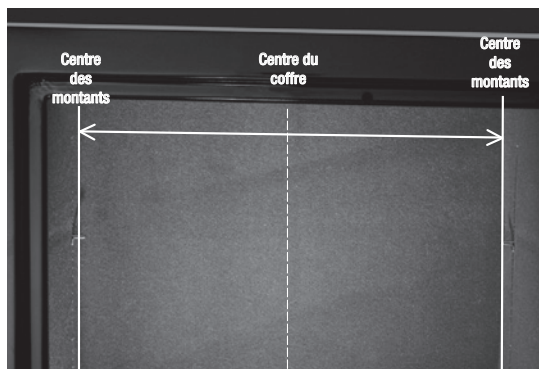

Figura 4. Medir cuidadosamente a distância entre os centros dos montantes na sua casa.
- 3 Marcar o ponto central do interior do cofre. Medir a distância a partir do ponto central do montante marcado na parede até o centro de cada montante. Medir a mesma distância à esquerda e à direita a partir do ponto central no interior do seu cofre para marcar os centros dos montantes dentro do cofre (Figura 4).
- 4 Furar a 5,08 cm (2 polegadas) a partir da parte superior do cofre em cada um dos centros dos montantes (Figura 4). Marcar as posições dentro do cofre com a ajuda de um marcador. Com a ajuda de uma faca de cortar, corte um "X" de 5,08 cm x 5,08 cm na carpete nos pontos marcados.